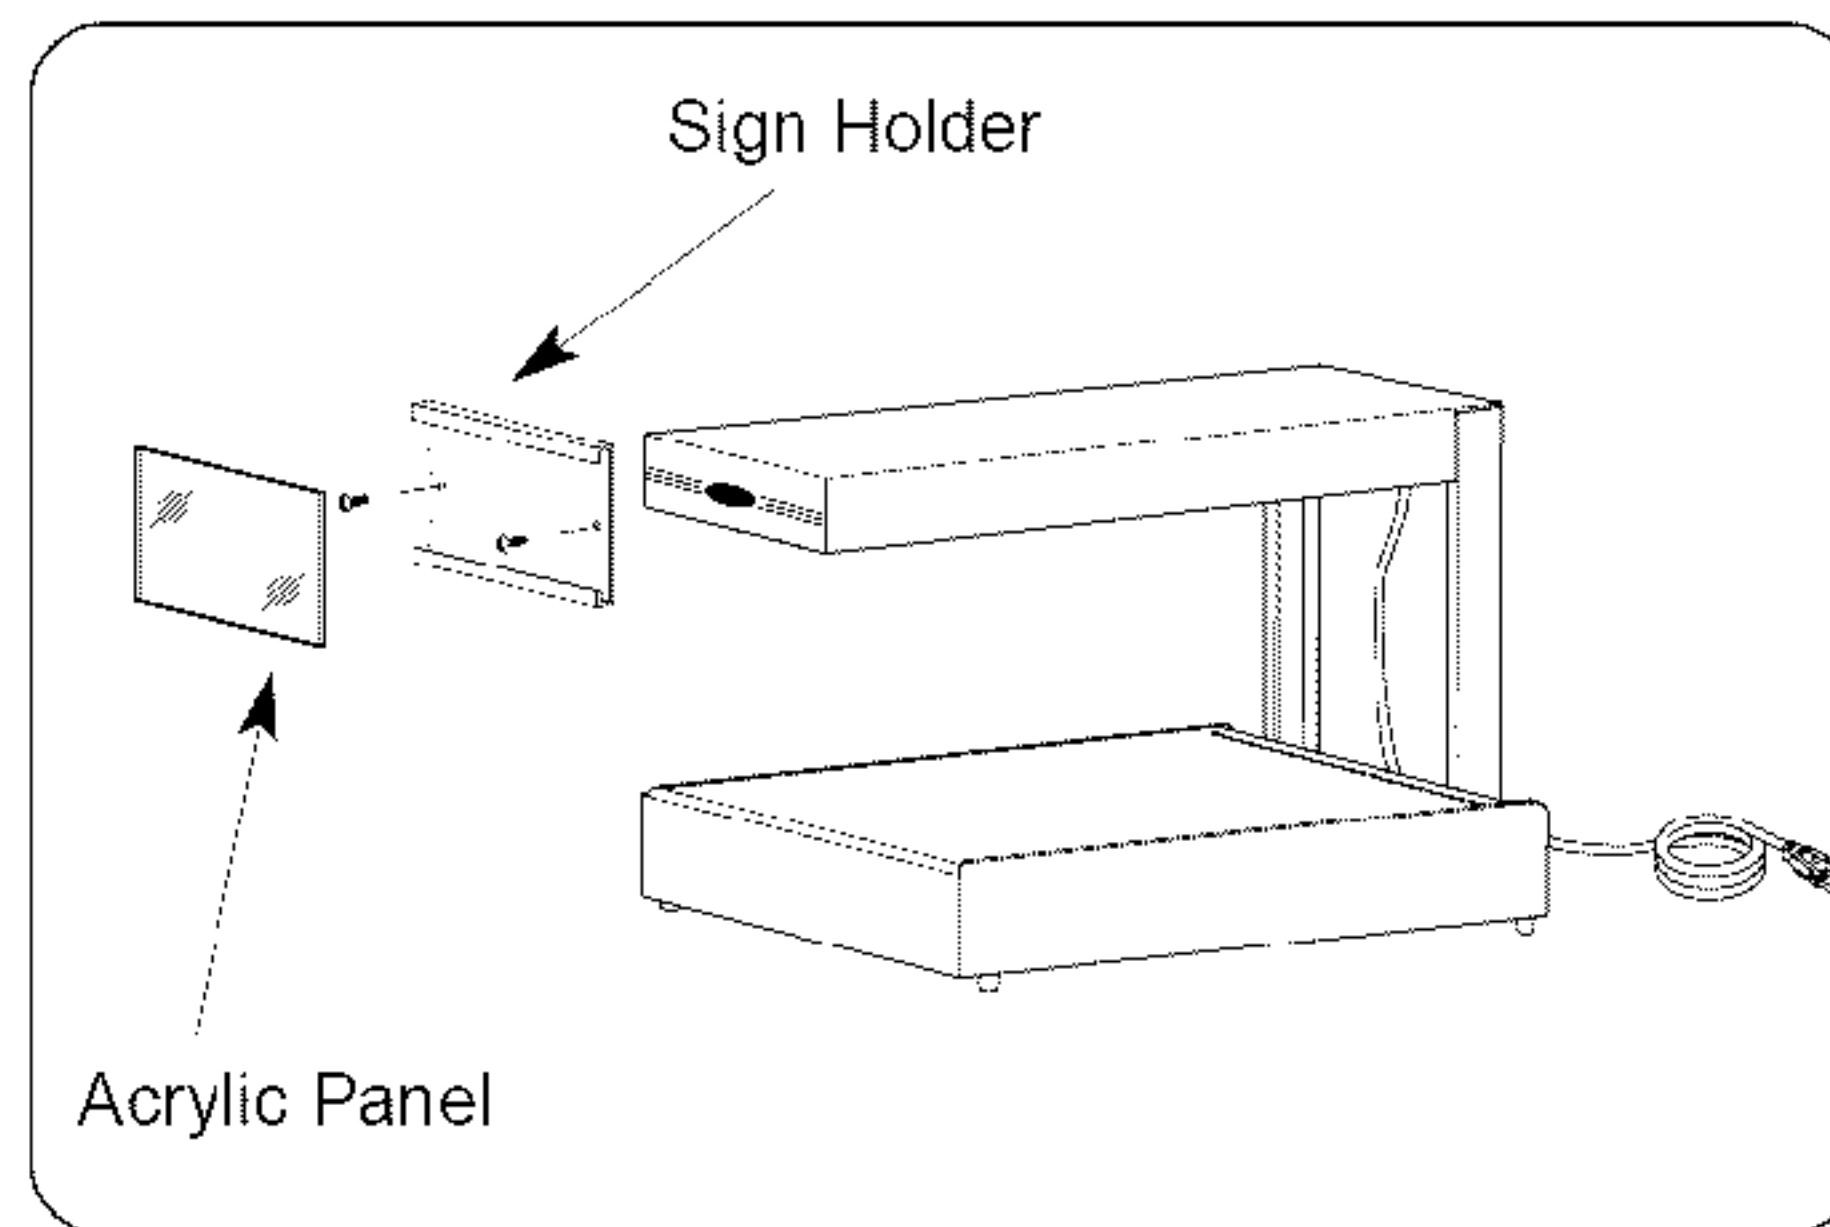

Рис. 17. Установка заказного держателя витринного знака – модель GRFFL с рычажным переключателем
1. Открутите два наружных винта спереди устройства (см. рис. 17).